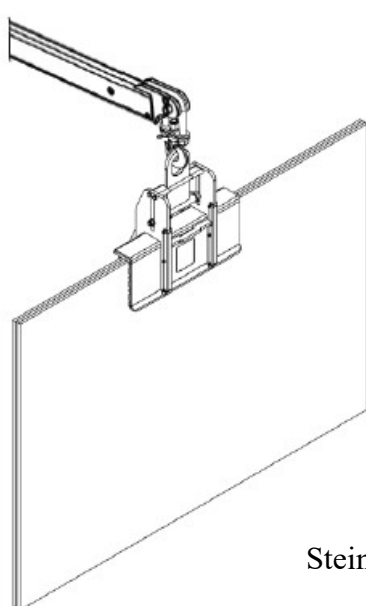

Abbildung 5.2
- Nachdem der Plattengreifer die Materialien angehoben hat (Abbildung 5.2), bringen Sie das Mehrfachhebeband am Gerät an (Abbildung 5.3).